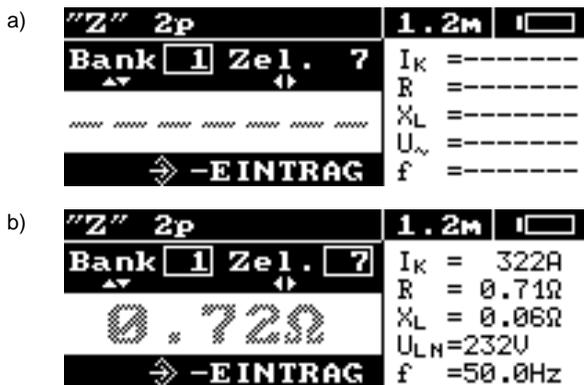

Abb.27 Die Anzeige im Speichermodus: a) leere Zelle b) Zelle mit gespeicherten Ergebnissen (Das Hauptergebnis ist in Grau dargestellt)
- Drücken Sie die Taste **ENTER**. Die aktuell verwendete Banknummer und die Zellennummer werden am Display angezeigt. (Abb. 27). Der Rahmen um die Zellennummer gibt an, dass bereits mindestens eine Zelle der Bank belegt ist.